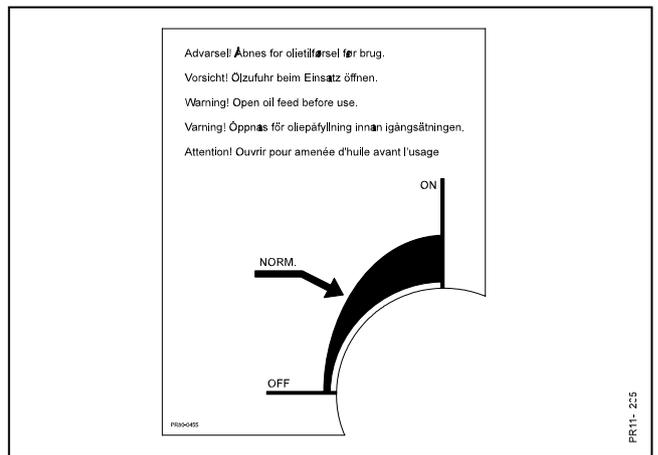

Fig. 5-20
- Fig. 5-20** L'intervallo di caduta della goccia deve essere 2-3 gocce/min. Questo corrisponde ad un consumo di circa 0.2 litri di olio durante una giornata di lavoro (10 ore). Regolate l'intervallo della goccia girando il rubinetto a circa metà apertura. Per favore fate attenzione che la temperatura dell'olio, ecc. può richiedere una successiva regolazione.